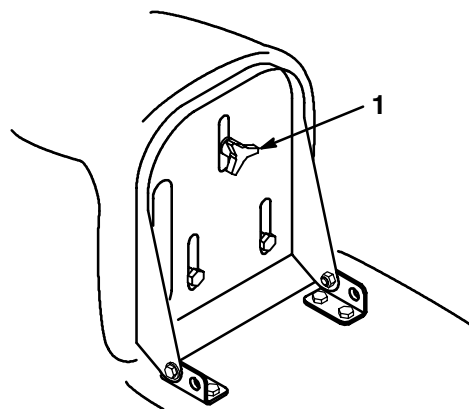

Figure 3
1. Soulevez le siège et desserrez le bouton de réglage (Fig. 3).